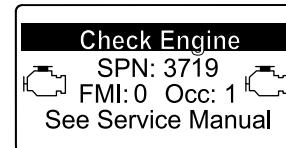

Bild 36
- Wenn eine Wiederherstellung-Regenerierung erforderlich ist, wird im InfoCenter die Motorwarnung SPN 3719, FMI 16 (Bild 36) angezeigt, und der Computer verringert die Motorleistung auf 85 %.